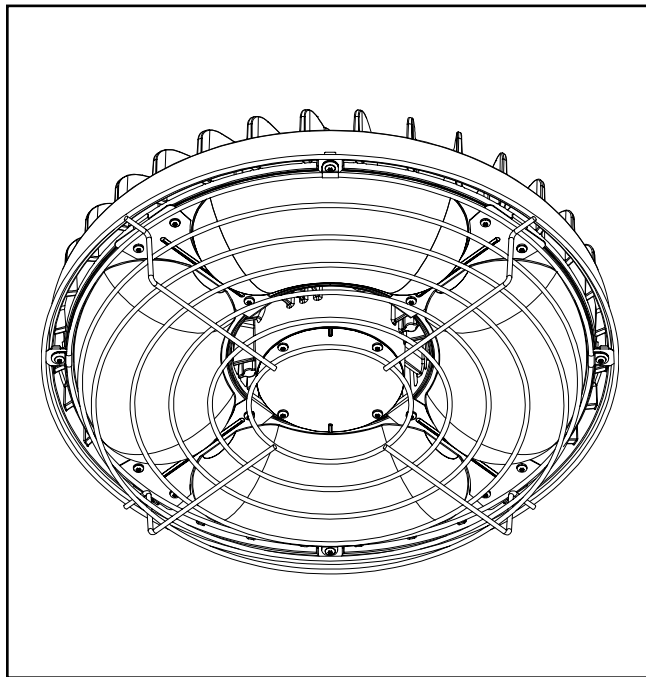

Figure 3.
3. Serrez les 4 vis pour fixer la grille de protection au dissipateur thermique comme illustré à la Figure 3.